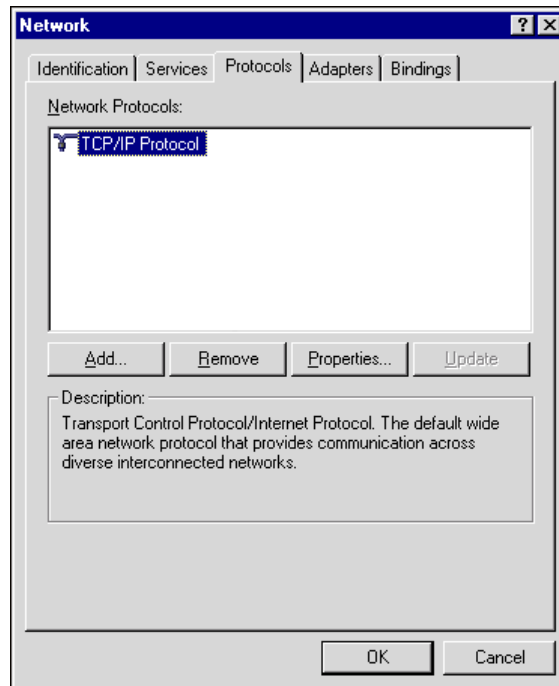

Figure 6. Boîte de dialogue Réseau Microsoft
- d. Sélectionnez l'onglet Protocoles (Figure 6).